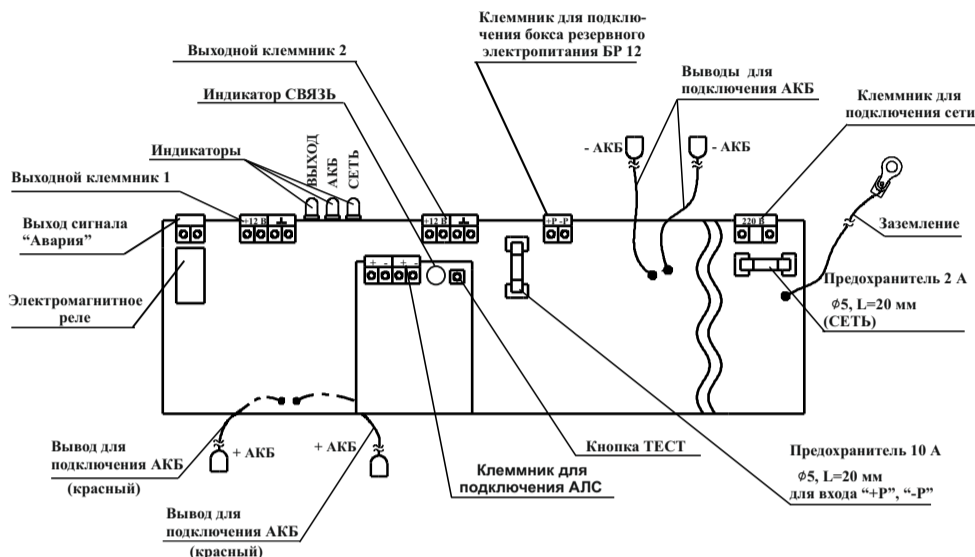

Рисунок 1
6.3 Подключение источника (см. рисунок 1) производить в следующей последовательности: